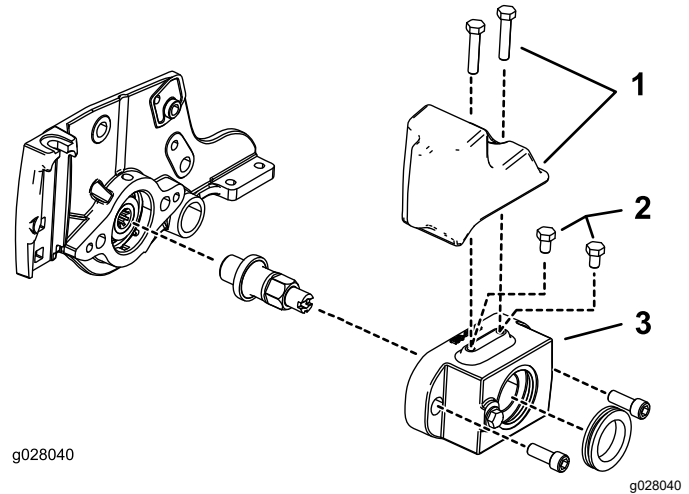

Figura 5
parte superior da caixa da escova do rolo (Figura 5).
- Motores de cilindro elétricos de 12,7 cm: instale o kit de pesos na parte superior da caixa da escova do rolo com dois parafusos (5/16-18 x $1\frac{1}{2}$ pol.); consulte a Figura 5.